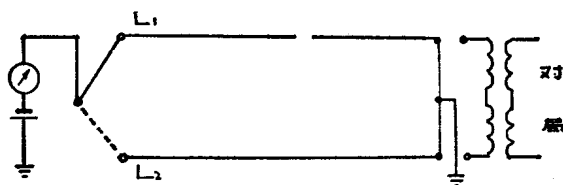

图 5. 对方给混线接地
②没有幻象回路的线路，要想判断出线路是单断还是双断，必须请对方配合，人为地给线路加上一个混线接地，如图5所示，这时就可以按上述有幻象回路的方法一样去试验了。